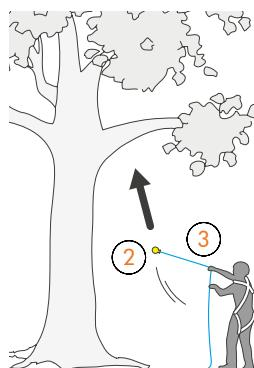

Fig. 1
Le tecniche di salita sugli alberi sono utilizzate per eseguire le operazioni di abbattimento e manutenzione (potatura, consolidamento, diradamento della chioma etc.) e si utilizzano laddove non sia possibile l'impiego di mezzi esterni (es. piattaforma aerea). L'accesso e l'uscita da un albero avvengono normalmente dal basso e consentono di eseguire gli interventi all'interno della chioma in modo preciso. L'operatore, opportunamente assicurato, sarà in grado di muoversi sia verticalmente che orizzontalmente (movimentazione in chioma). Per accedere alla pianta bisognerà ricorrere al lancio del "sagolino". Questa tecnica consiste semplicemente nel lanciare un peso (2), collegato ad un cordino leggero, il sagolino, al di sopra di una forcella di diametro sufficiente a fungere da ancoraggio (Fig. 1). Al sagolino verrà poi collegata una corda (11) (Fig. 3) che permetterà all'operatore di accedere alla pianta in due modalità differenti: